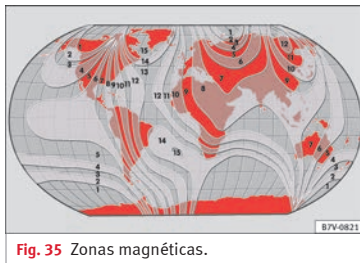

Fig. 35 Zonas magnéticas.
- Seleccionar la zona magnética correspondiente a la situación del vehículo » fig. 35.